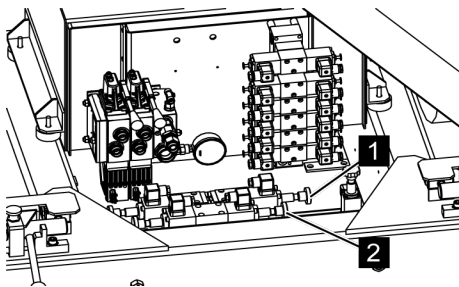

Fig. 126: Vannes
4. ➤ Pour la commande des appuis, verrouiller la vanne à deux voies (Voir la Fig. 126/2).